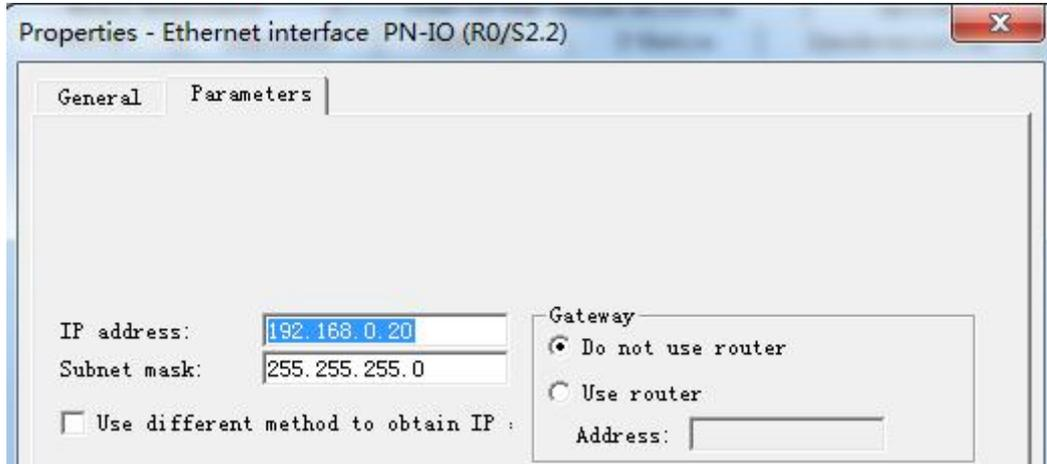

图 3-1 配置 S7-300 以太网地址
3.1 在 STEP7 V5.5 中组态 S7300CPU，为其 PN 口分配 IP 地址 192.168.0.20，子网掩码 255.255.255.0，如图 3-1 所示。